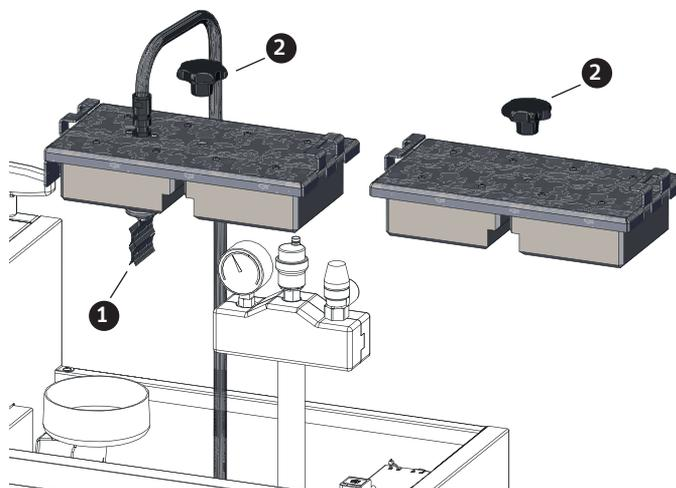

Fig. 63 Dévisser le raccord fileté et soulever le couvercle
- ▶ Dévisser le raccord fileté et soulever le couvercle – Fig. 63.
- ▶ Soulever le couvercle, dans le cas d'une chaudière à pellets avec dépoussiéreur électrostatique, ne **PAS** débrancher le câble, mais poser le couvercle avec précaution sur le côté – Fig. 63.